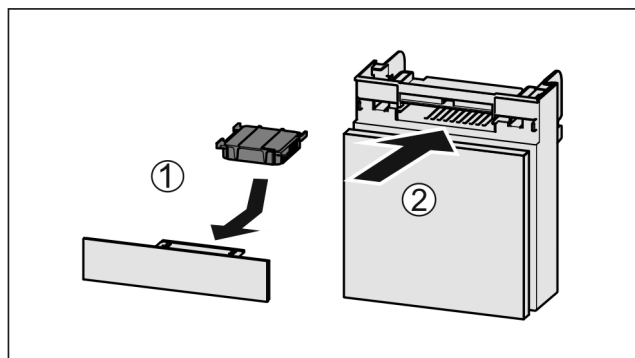

Fig. 127
- ▶ Wkładać Fig. 127 (1) filtr z węglem aktywowanym zgodnie z ilustracją.
- ▶ Wsunąć komorę Fig. 127 (2).